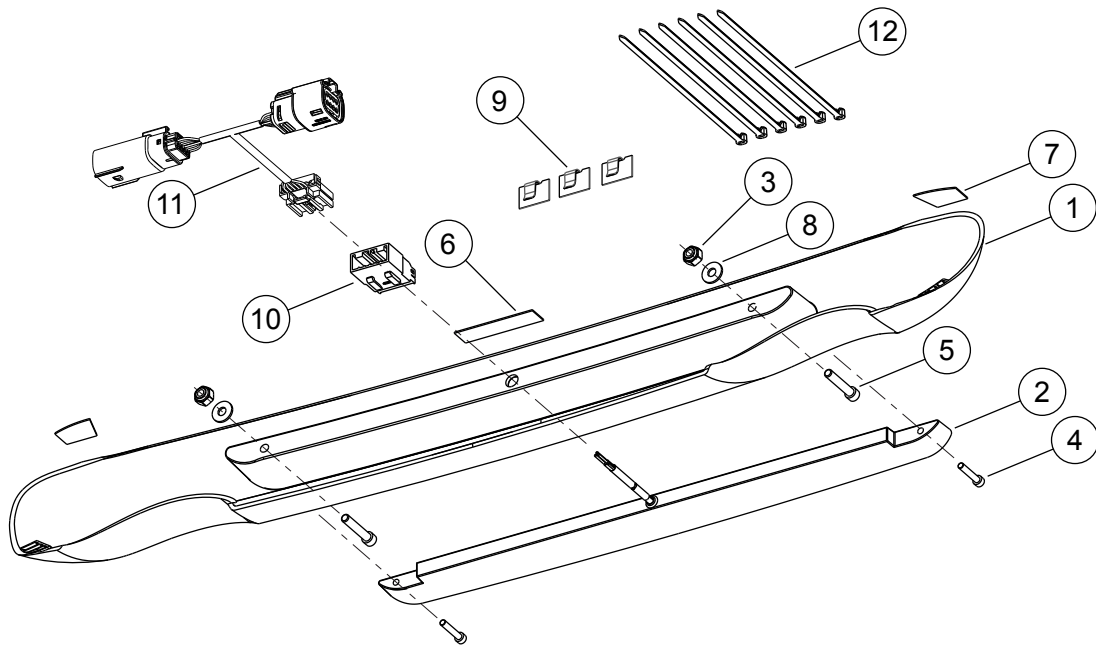

Figure 4. Pièces de rechange : Feu arrière additionnel TRIGLIDE
Voir Figure 4 et Tableau 1 .
1. Voir Figure 1 et Figure 4 . Installer le feu arrière additionnel (fascia) chrome contre la jupe du silencieux (1).
7. Voir Figure 4 . Visser le feu arrière en utilisant la vis à tête creuse hexagonale (5) et l'écrou (3). Serrer.
10. Voir Figure 4 . Insérer des bornes mâles dans le connecteur (10) comme décrit ci-dessous :